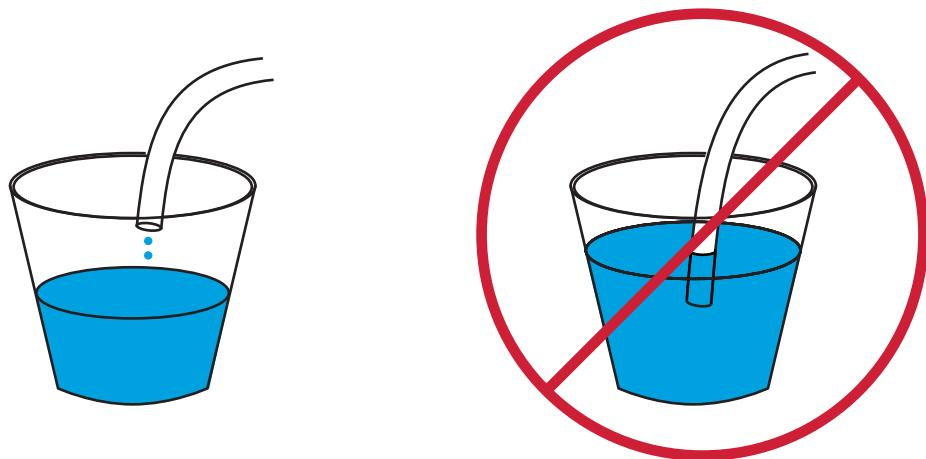

Figura 30. Tubo de goteo colgado correctamente (izquierda) y sumergido incorrectamente (derecha)
- El extremo abierto de los tubos no se sumerge en el contenedor de drenado (**Figura 30**, “Tubo de goteo colgado correctamente (izquierda) y sumergido incorrectamente (derecha),” en la página 62).